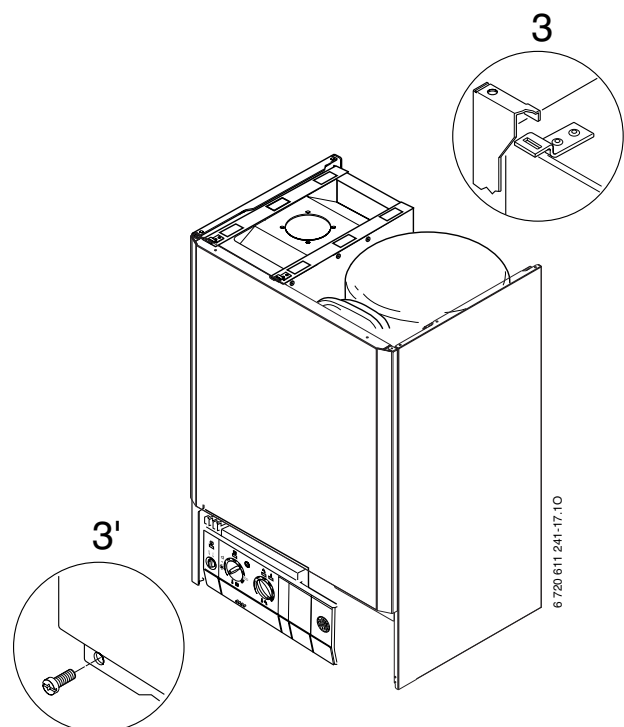

Fig. 14
- Introducir los ganchos de planchas de la carcasa frontal en los taladros de los ojales (3), que se encuentran en la parte superior y fijar con los 2 tornillos proporcionados su parte interior (3'). Seguir fig. 14.